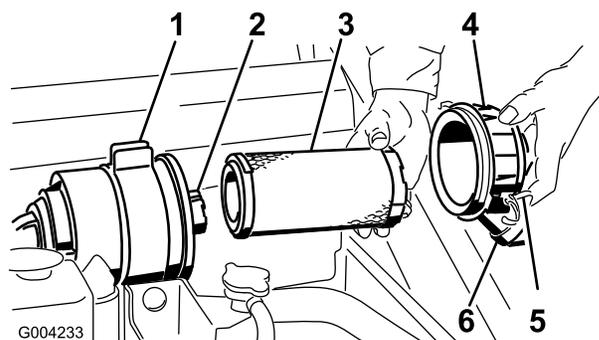

Figure 26
- Ouvrez les dispositifs de verrouillage du filtre à air et enlevez le couvercle du corps du filtre (Figure 26).
- Sortez l'élément principal du corps du filtre avec précaution (Figure 26). Évitez de cogner l'élément à l'intérieur du corps.
- Si vous remplacez l'élément filtrant de sécurité, insérez-le avec précaution dans le corps du filtre (Figure 26).
- Placez ensuite l'élément principal sur l'élément de sécurité avec le même soin (Figure 26). Assurez-vous qu'il est bien engagé en appuyant sur le rebord extérieur.
- Reposez le couvercle du filtre à air, le côté portant l'inscription "UP" en haut, et fermez les dispositifs de verrouillage (Figure 26).